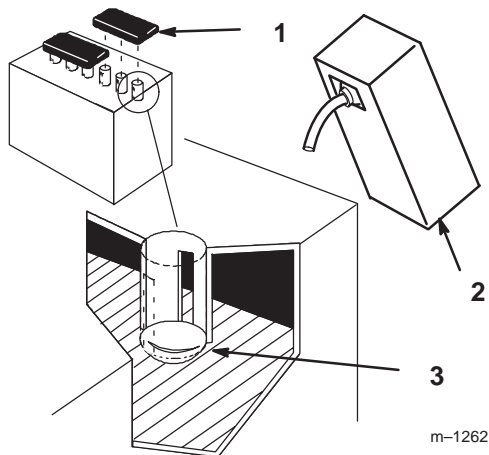

Figure 6
3. Enlevez les bouchons de remplissage de la batterie. Versez lentement de l'électrolyte dans chaque élément pour amener le niveau à la partie inférieure du tube (Fig. 6).
6. Versez lentement de l'électrolyte dans chaque élément pour amener de nouveau le niveau à la partie inférieure du tube (Fig. 6), puis remettez les couvercles en place.